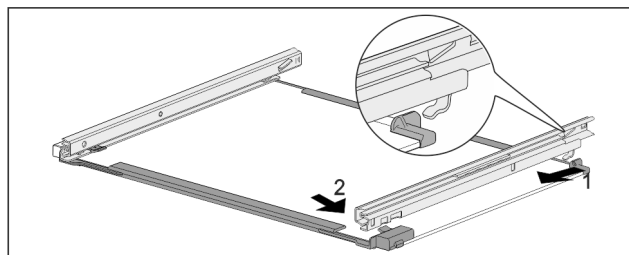

Fig. 236 Pllaka e xhamit me shinat
- ▶ Kapni shinën në kapëse në pjesën prapa. Fig. 236 (1)
- ▶ Kapni shinën në kapëse në pjesën përpara. Fig. 236 (2)